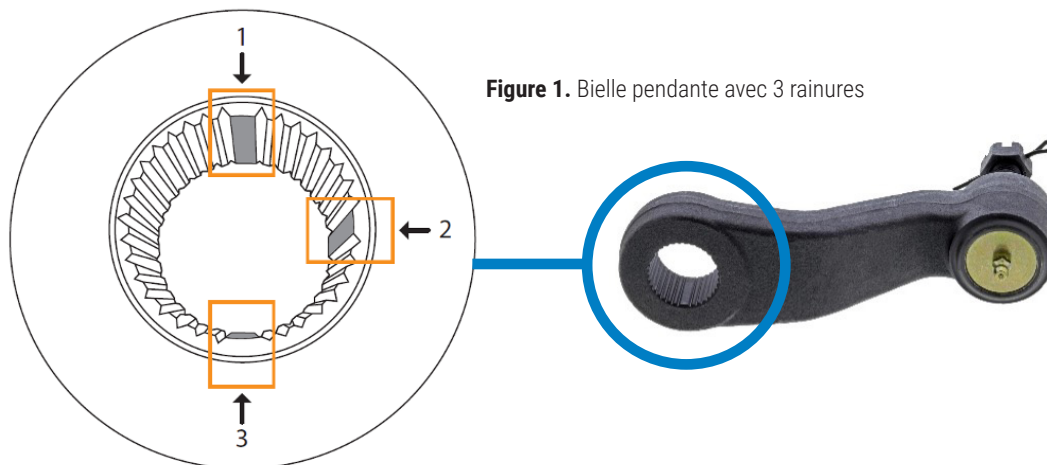

Figure 1. Bielle pendante avec 3 rainures
- Vérifier le nombre de rainures. **Voir Figure 1.**